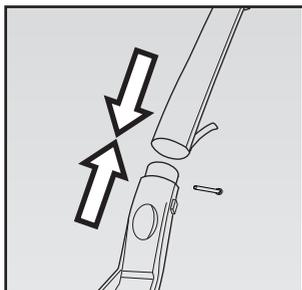

Fig. 2
- Inserire l'impugnatura (N) nel corpo motore (K). Utilizzare la vite (M) in dotazione per bloccare l'impugnatura al corpo motore (Fig. 2).